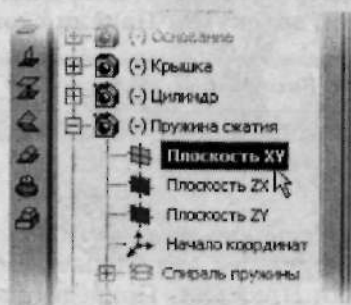

Рис. 3.48. Выберите Плоскость XY Пружины
24. В **Дереве построений** щелкните мышью по заголовку **Плоскость XY**, относящейся к **Пружине сжатия** (рис. 3.48). В рабочем поле отобразится расположения данной плоскости.